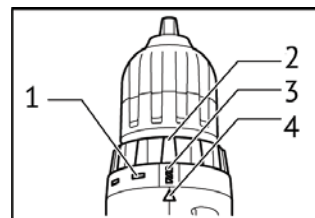

рис.5
2.2.5 Функции регулировочного кольца (рис.5 поз.2):
На регулировочное кольцо (рис.5 поз.2) нанесены символы: от «1» до «16» – 16 фиксированных положений предельного момента затяжки, символ «— —» и символ «дрель». Выставление нужного режима работы осуществляется совмещением соответствующего символа со стрелкой на корпусе дрели.